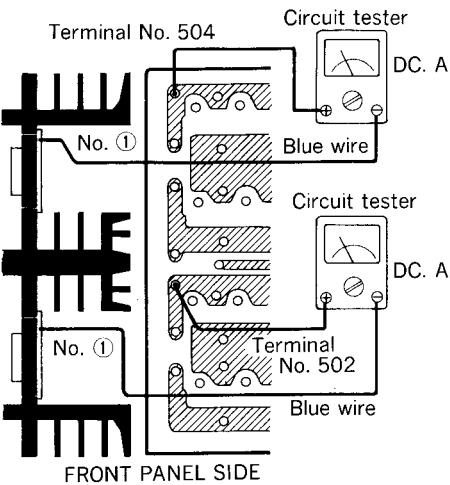

Fig. 3 (Abb. 3)
- ① With the rear panel of the set removed, disconnect the lead wire of 504 terminal soldered to the power supply printed circuit board for the main amplifier, and connect the circuit tester in the DC current measuring range as in fig. 3.
- ② Adjust VR305 to reach 25 ~ 30mA (may differ to a certain extent depending on internal impedances of the circuit tester)
- 1 Die Geräterückseite abnehmen und den Leitungsdraht vom Anschluß 504, der an die Stromanschluß-Schaltungstafel für den Hauptverstärker führt, unterbrechen, und das Prüfgerät im Gleichstromme bereich, wie in Abb. 3 gezeigt, anschließen.
- 1 Après avoir retiré le panneau arrière de l'appareil, déconnecter le fil de jonction de la borne 504, soudé à la base imprimée de l'alimentation pour l'amplificateur principal et brancher le dispositif d'essai dans une gamme de mesure de courant C.C., comme indiqué sur la Fig. 3.